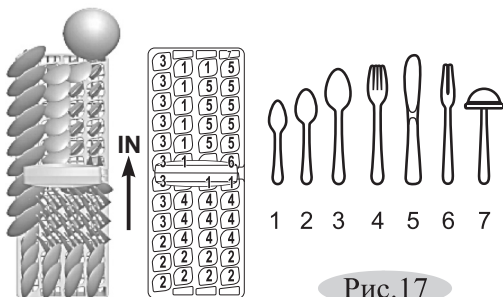

Рис. 17
- Схема оптимальной укладки столовых приборов в корзине посудомоечной машины модели 45301 и ее исполнений представлена на рис. 17.